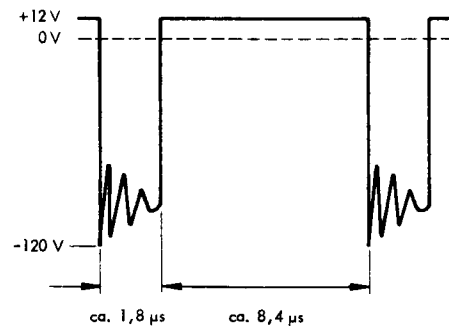

Bild 9-3 Oszillogramm an Pkt. 59 **608-AR 2**
- Die Spannung an Pkt. 59 auf Platine **608-AR 2** mit einem Oszilloskop und den Eingangsgleichstrom mit einem Amperemeter beobachten. Die Eingangsspannung von 11,5 V auf 70 V erhöhen. Sobald die Ausgangsspannung 12,5 V überschreitet oder der Eingangsstrom ansteigt, darf die Eingangsspannung nicht weiter vergrößert werden, weil dann ein Fehler vorliegt und T 114 zerstört werden würde. Nach Erhöhen des Widerstandswertes P 103 ist die Messung zu wiederholen. Bei einer Eingangsspannung von 70 V ist mit P 103 die Spannung an Pkt. 59 nach dem vorgegebenen Oszillogramm in Bild 9-3 abzugleichen.